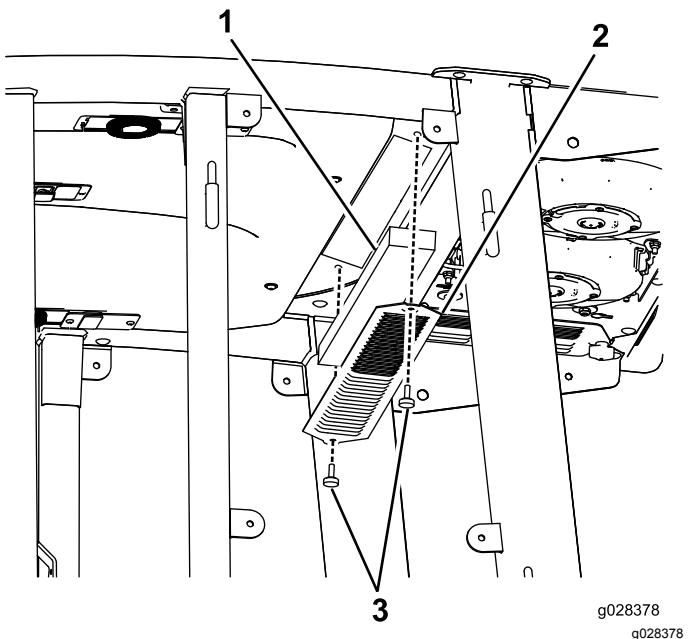
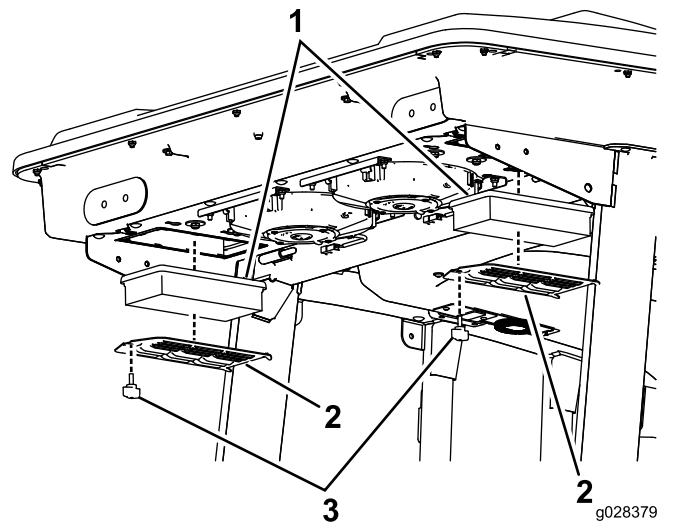
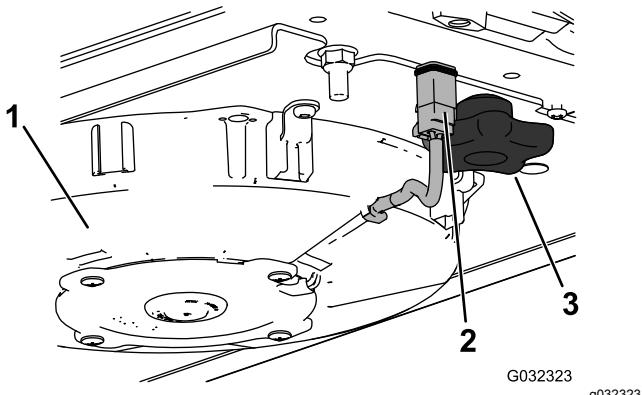
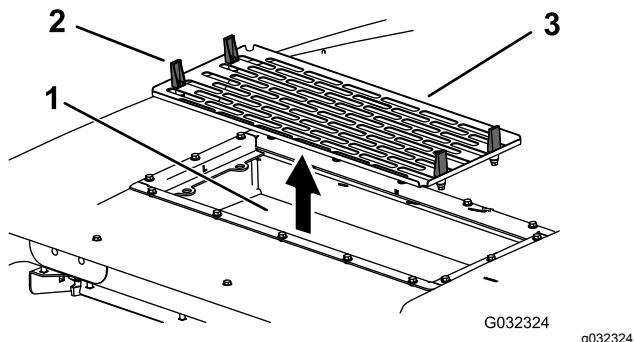

Figure 130
Figure 131
Figure 132
Figure 133
1. Retirez les vis et les grilles des filtres à air intérieur et arrière de la cabine (Figure 130 et Figure 131).
4. Déposez les filtres à air (voir Figure 131).
6. Reposez les filtres à air, la grille et le ventilateur (Figure 131, Figure 132 et Figure 133).
7. Rebranchez le câble de chaque ventilateur (Figure 132).